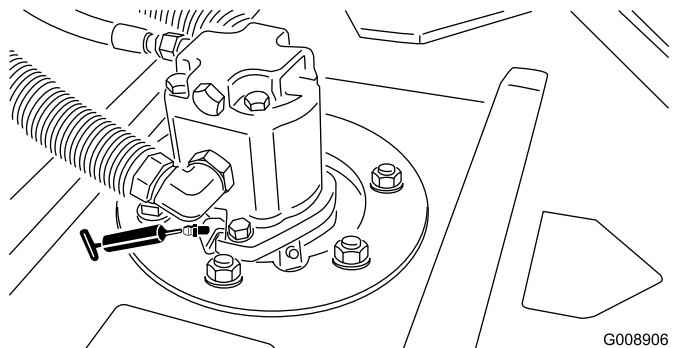

Figura 45
- Cojinetes de los ejes de las unidades de corte (2 por unidad de corte) (Figura 45)